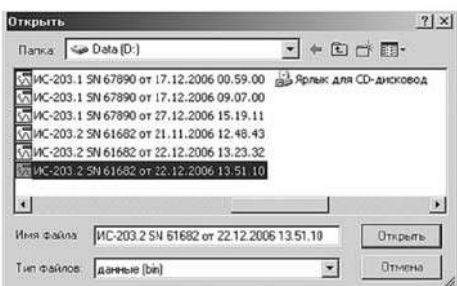

Рис.11
8.2 В окне располагаются 2 кнопки. Кнопка "Открыть файл", открывает файл с расширением \*.bin и строит график на основе данных файла. При нажатии на нее появляется диалоговое окно (рис.11), в котором пользователь выбирает необходимый ему файл для просмотра, нажимает на "Открыть", после чего и осуществляется построение графика.